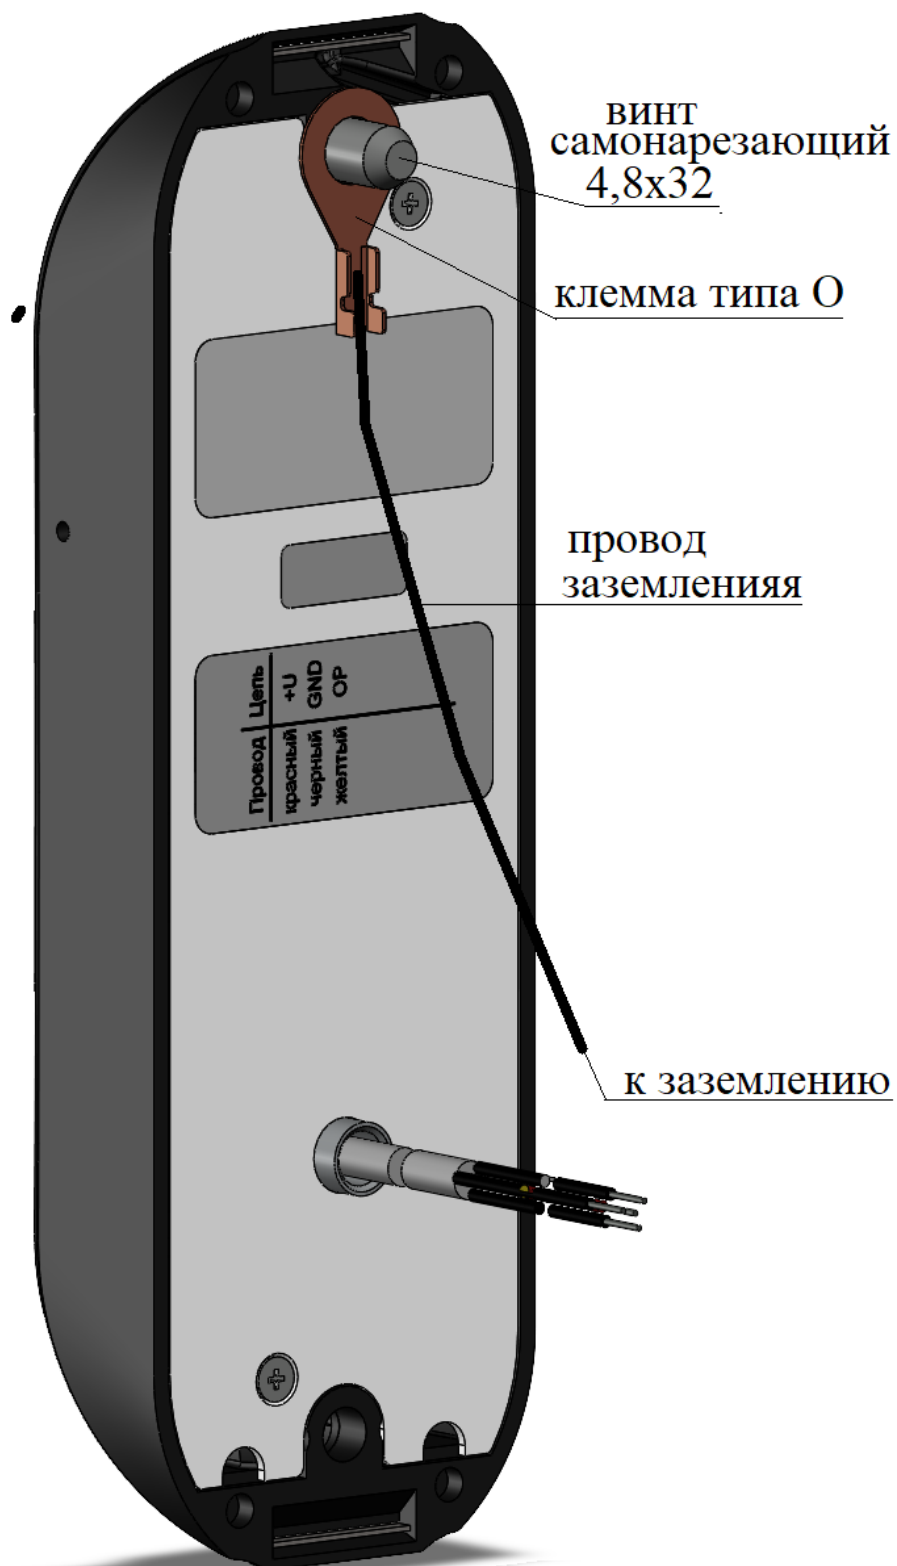

Рис.4 Подключение провода заземления к CRE-71.
7.2.5. При установке КУ для прохода на придомовую территорию, рекомендуется размещать КУ в местах, защищенных от прямого попадания солнечных лучей, дождя и снега. Установка КУ с использованием провода заземления показана на рис.4. Блок питания размещают в недоступном месте, по возможности максимально близко к электромагнитному замку.